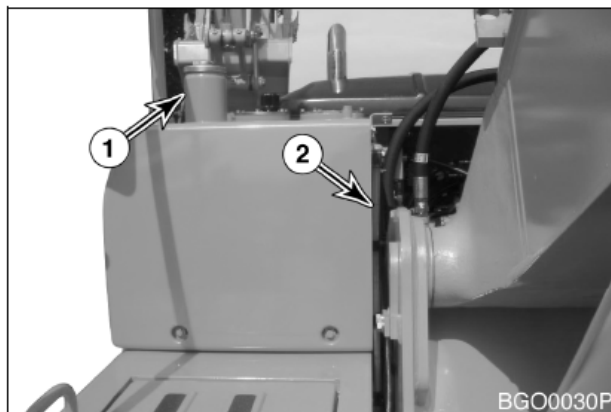

Рис. 17
1. В конце каждого рабочего дня следует заполнять топливный бак. Добавлять топливо следует через трубу заливной горловины топливного бака (1, рис. 17). Если работа выполняется при температуре 0°C или выше, применять ASTM № 2-D или его эквивалент. При температуре ниже 0°C (32°F) использовать стандарт ASTM № 1-D или его эквивалент.
3. Проверить уровень топлива в баке по показаниям смотрового указателя (2, рис.17) и индикатора топлива на контрольной панели. Заполнить бак соответствующим топливом через наливной патрубок.